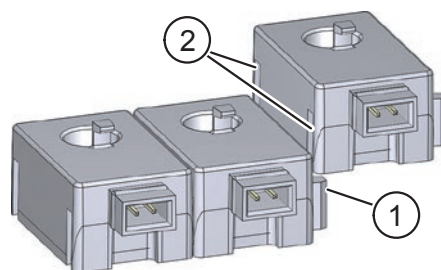

Fig. 2: Concatenamento di sensori di corrente
- Concatenare i sensori di corrente uno all'altro spingendo la scanalatura (Pos. 2 in Fig. 2) sul nasello (Pos. 1 in Fig. 2).